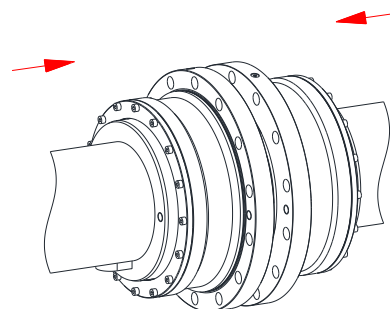

Figura 37
- Deslize agora as luvas com a tampa (componente 2 e 10) sobre a engrenagem dos cubos (componente 1) (ver figura 37).